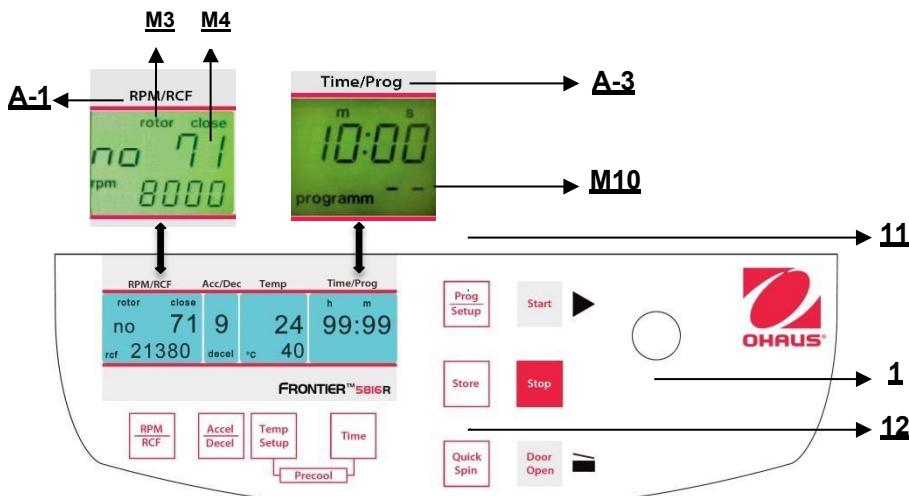

Figura 28
Per richiamare i programmi salvati, premere il tasto "**Prog/Setup**" (11) (fare riferimento alla figura 28) quando il coperchio è già chiuso. Sul display "**Time/Prog**" (A-3), appare la parola "**programm--**" (M10). Il numero di programma desiderato può essere preselezionato mediante la manopola di regolazione (1).